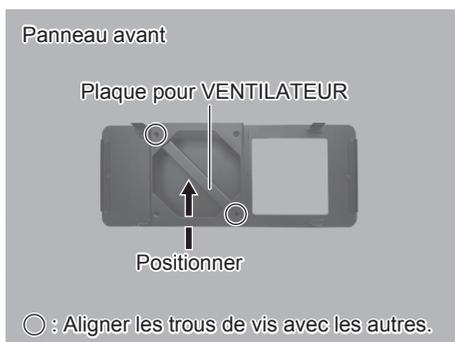

Fig. 43
- (9) Positionnez la plaque pour VENTILATEUR dans le boîtier (panneau avant), ainsi que décrit dans la Fig. 43.